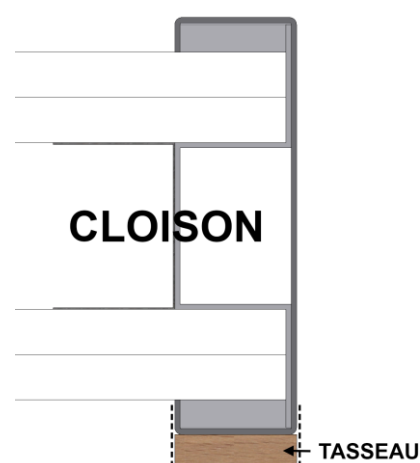

Figure 3
- **Tasseau sur parement** : Retirer le film adhésif du double-face et positionner le tasseau d'habillage de manière à ce qu'il soit affleurant aux bords de l'huissérie (voir figure 3 à la page 9).
- **Tasseau sur parement :** Retirer le film adhésif du double-face et positionner le tasseau d'habillage sur le parement de la traverse de manière à ce qu'il soit affleurant aux bords de l'huissérie en l'insérant entre les deux autres tasseaux déjà en place sur les montants (voir figure 3 à la page 9).